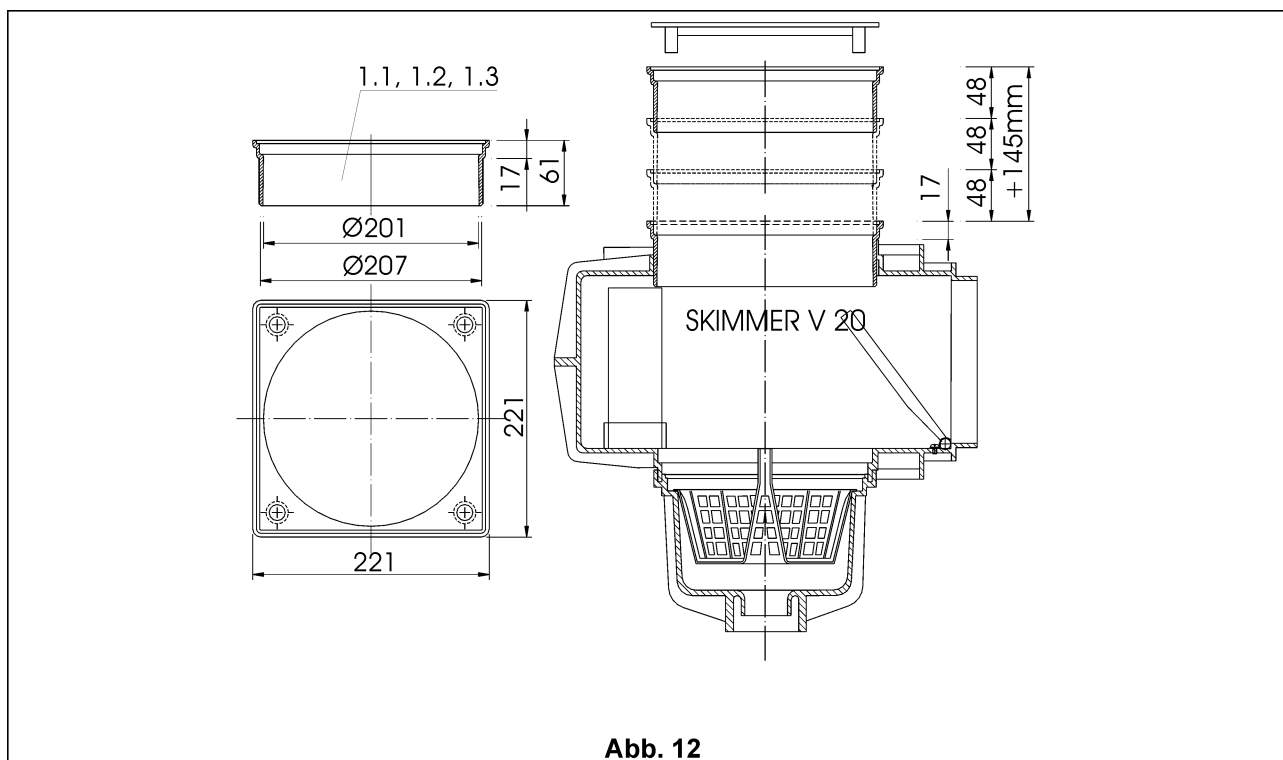

Abb. 12
Bezeichnung (Abb. 12)	Art. Nr.
2.7 Höhenverstellung für V20/ VS30, (Abb. 12)